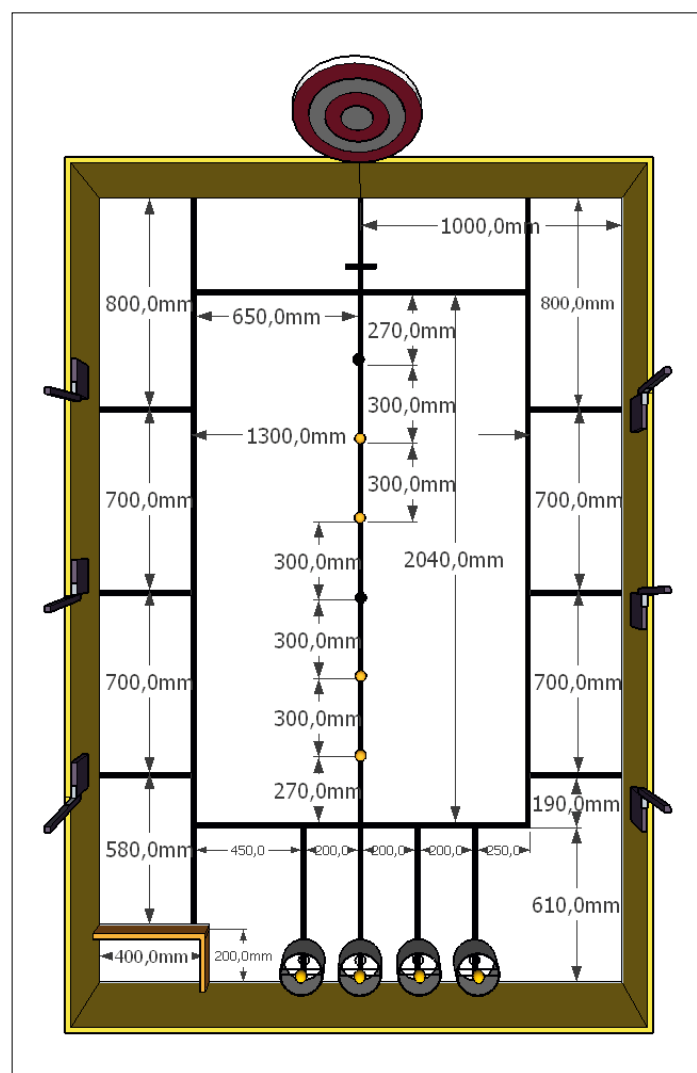

Figure 2. Le terrain de jeu est une surface plane de 2 x 3 m, entourée d'une bordure de 30 cm de haut et de couleur anthracite.
4. Fermer les barrières : fermer les claps montés sur charnières au bord du plateau de jeu (**fig. 2**).